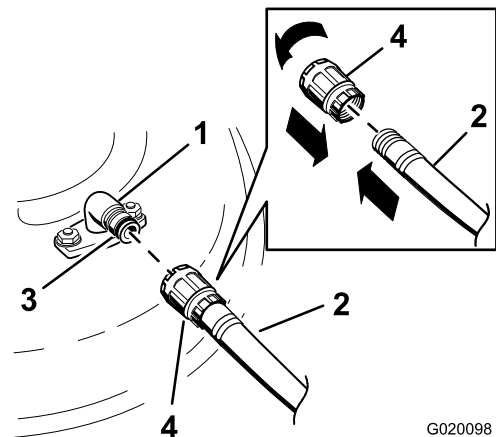

Figure 67
- Branchez le raccord du tuyau d'arrosage à au raccord de lavage de la tondeuse et ouvrez l'eau en grand (Figure 67).